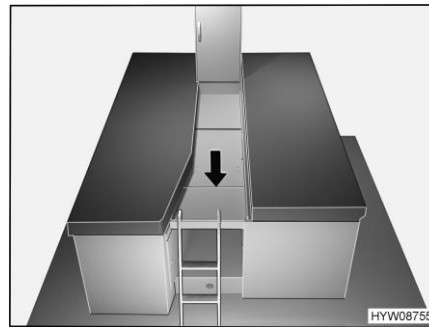

Fig. 82 Preparar el ensanchamiento de cama
- Desplegar el ensanchamiento de cama y colocar el mismo entre las camas individuales del modo mostrado en Fig. 82.